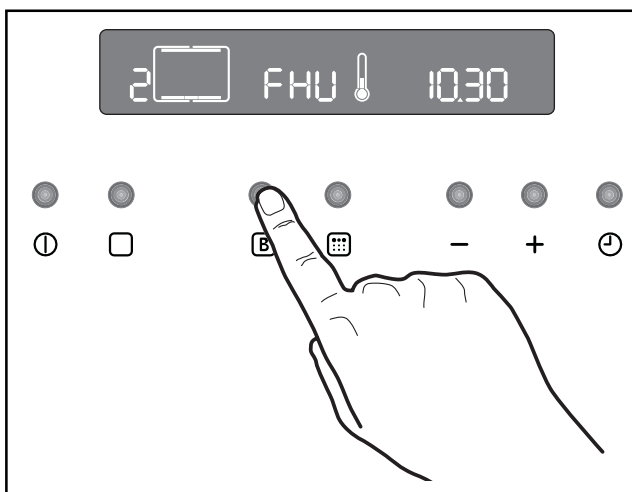

Fig. 16
1. Éteignez le four en appuyant sur le bouton ①.
2. Appuyez sur la touche de sélection □ et, simultanément, appuyez sur la touche “-”. Maintenez-les pressés pendant au moins 3 secondes. L'indication 'SAFE' (Sécurité) est affichée sur l'écran tandis qu'un signal sonore retentit (Fig. 16).
1. Allumez le four en appuyant sur la touche ①.
4. Appuyez sur la touche B. La mention “FHU” apparaîtra sur l'afficheur (Fig. 16).